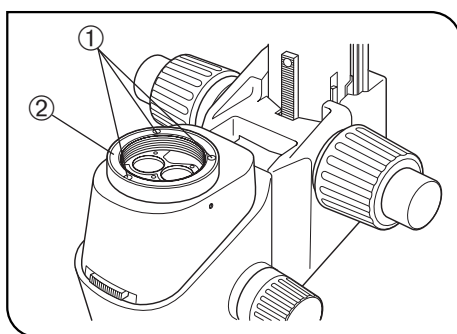

Fig. 27
(fig. 27 til 29)
3. Afmonter objektivet fra zoom-mikroskopstativet og fjern derefter objektivholderen ② ved at løsne de tre låseskruer ① vha. den medleverede unbrakonøgle (til M3-skruer) (fig. 27).